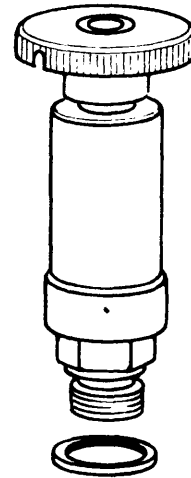

Fig. 5
*Bomba manual de cebado (fig. 5)*